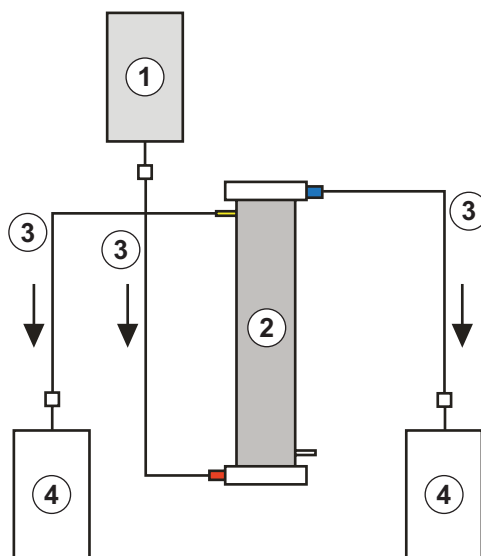

Abb. 10-8 Aufbau zum Spülen des Plasmafilters
Materialien: siehe Legende zu Abb. 10-8; 1,5 ml Heparin (5000 IE/ml)
3. Die übrigen Verbindungsleitungen und die Leerbeutel, wie in Abb. 10-8 dargestellt, mit der Plasma- und Blutseite des Filters verbinden und die Leitung auf der Plasmaseite abklemmen.